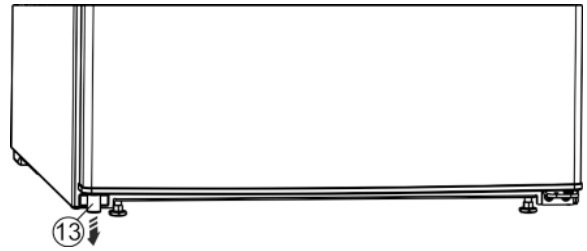

Fig. 4
- ▶ Извлеките распорную деталь Fig. 4 (13) из двери внизу слева.